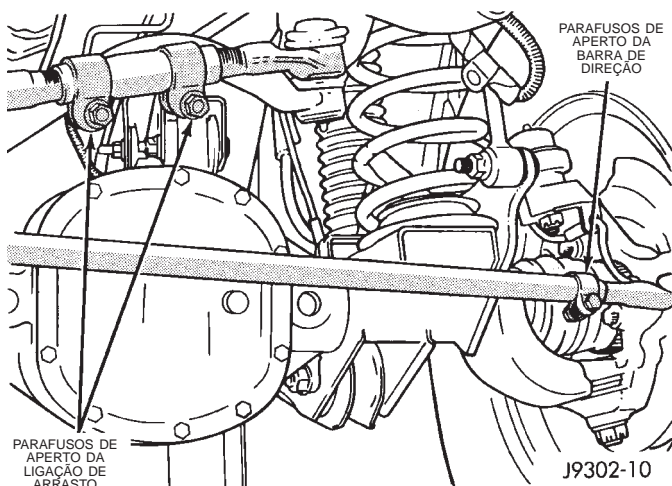

Fig. 4 Parafusos de Aperto da Barra de Direção e da Ligação de Arrasto (LHD - Direção do Lado Esquerdo)
(3) Ajuste a posição de convergência da roda direita com a ligação de arrasto. Gire a luva até que a roda direita esteja na especificação correta DE CONVERGÊNCIA. Posicione os parafusos de aperto como mostrado (Fig. 4) e aperte com um torque de 49 N·m (36 pés-lb.).
(4) Ajuste a convergência da roda esquerda com a barra de direção. Gire a luva até que a roda esquerda esteja nas especificações. Posicione os parafusos de aperto como mostrado (Fig. 4) e aperte com um torque de 27 N·m (20 pés-lb.).